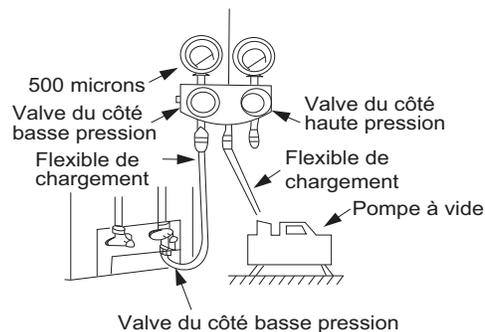

Fig. 49 – Collecteur
- Ouvrez complètement le côté basse pression du manomètre du collecteur (voir la figure 49).